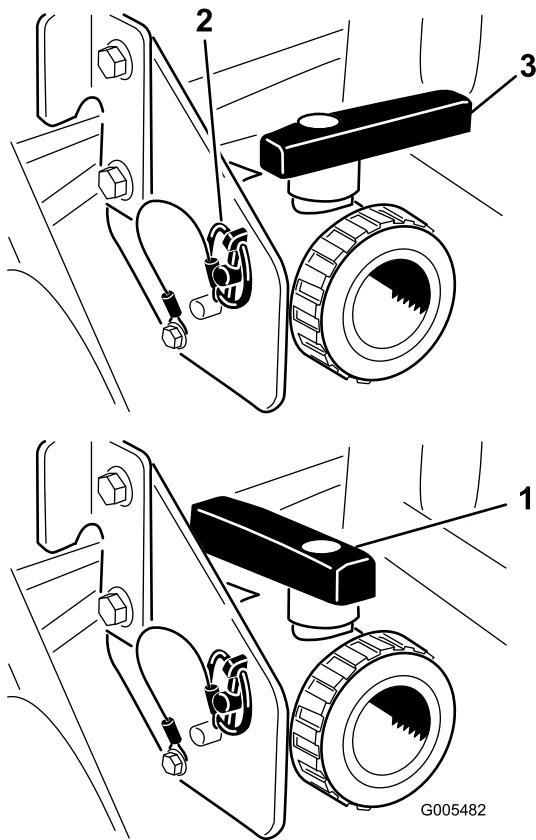

Bild 27
Öffnen Sie das Ventil, sodass nicht verwendete Materialien vom Tank ablaufen können und entsorgen Sie diese gemäß der lokalen Vorschriften und der Vorschriften des Herstellers (Bild 27). Nehmen Sie nach dem Ablassen den Klappstecker von der Halterung ab, mit der das Ablassventil an der Maschine befestigt ist, und legen Sie das Ventil auf den Boden. Dann kann Restmaterial in der Leitung ablaufen.
3. Wenn der Tank ganz geleert ist, setzen Sie das Ventil mit dem vorher abgenommenen Klappstecker im Rahmen ein und schließen Sie das Ablassventil (Bild 27).